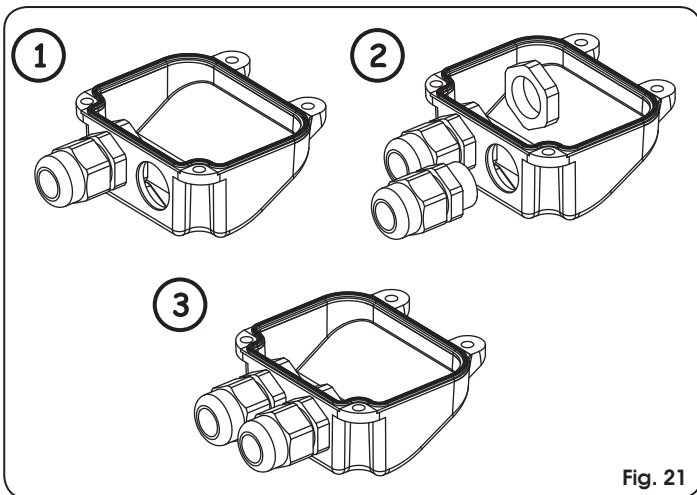

Fig. 21
1. Öppna även det andra förborrade hålet i höljet, Fig. 21.
2. Montera den medföljande kabelförskruvningen, Fig. 21